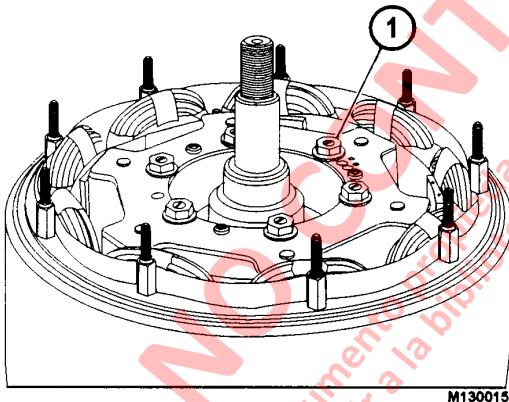

FIGURA 13-11
1. Saque las seis tuercas de seguridad con pestaña de los espárragos del núcleo o los seis pernos autorroscantes (1, Figura 13-11). Marque la ubicación de los orificios de los espárragos o pernos en la placa frontal del rotor.